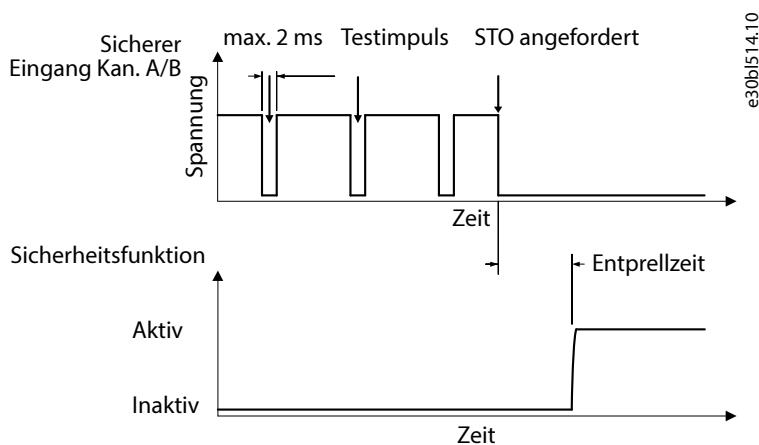

Abbildung 9: Testimpulsfilterung
- **Galvanische Trennung der Klemmen:** Die Klemmenblöcke für funktionale Sicherheit auf der Steuerkarte verfügen über separate, galvanisch getrennte Eingänge, um es beispielsweise zu ermöglichen, die Polaritäten der sicheren Eingangsklemmen zu vertauschen, wie in Abbildung 9 und Abbildung 10 dargestellt.